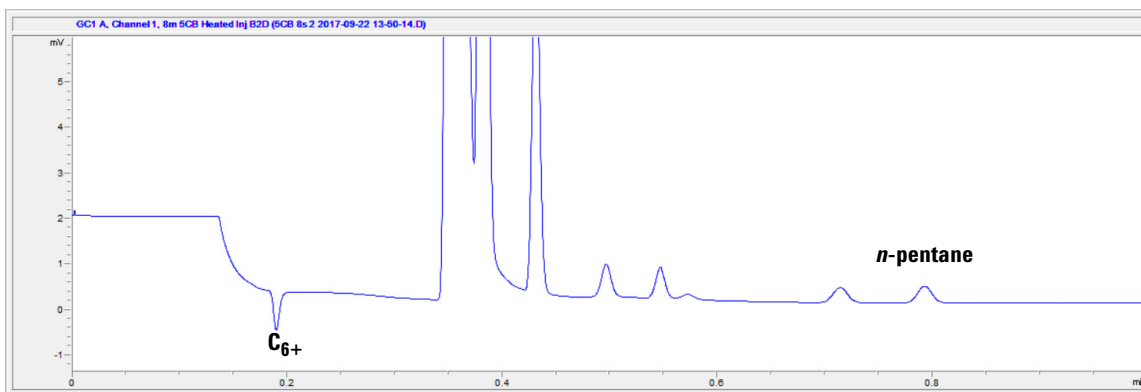

Figure 38 Colonne 5CB de 8 m pour l'analyse du gaz naturel
- 1 Ajustez le temps de rétrobalayage (RB) sur 0 s. Lancez une analyse pour obtenir les pics de tous les composés élués. Enregistrez le temps de rétention (TR) du *n*-pentane et du 2,2-diméthylbutane.
- 4 Ajustez finement le temps de RB et trouvez le point de données pour lequel le pic de 2,2-diméthylbutane est observé. Diminuez le temps de RB par incréments de 0,1 s et lancez une analyse jusqu'à ce que le pic ne soit plus observable (hauteur de pic < 3 μ V). Réglez le temps de RB pour ce canal à cette valeur moins 0,2 s. Une plage d'environ 0,3-0,5 s donne généralement de bons résultats pour le canal de rétrobalayage vers détecteur avec la colonne 5CB de 8 m. (Voir Figure 38, page 82.)